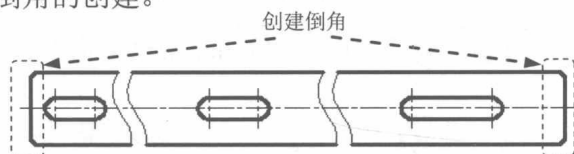

图 1.1.13 创建倒角
Step7. 创建图 1.1.13 所示的倒角。
(1) 选择下拉菜单 **修改(M)** → **倒角(C)** 命令, 在命令行中输入字母 D 并按 Enter 键, 在指定 第一个 倒角距离 <0.0000>: 的提示下, 输入数值 2 并按 Enter 键; 在指定 第二个 倒角距离 <2.0000>: 的提示下, 输入数值 2 并按 Enter 键 (或直接按 Enter 键); 输入字母 T 并按 Enter 键, 再次输入字母 T 后按 Enter 键 (即选取 “修剪模式”), 分别选取要进行倒角的边线。
(2) 按 Enter 键以重复执行倒角命令, 分别选取要进行倒角的两条直线。
(3) 重复上述操作, 完成图 1.1.13 所示倒角的创建。